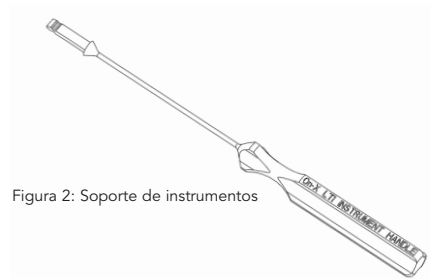

Figura 2: Soporte de instrumentos
**Soporte de instrumentos** – El soporte de instrumentos (Figura 2) ayuda a sostener la válvula o el rotador durante la intervención quirúrgica. El soporte consta de mango, varilla plegable y punta.